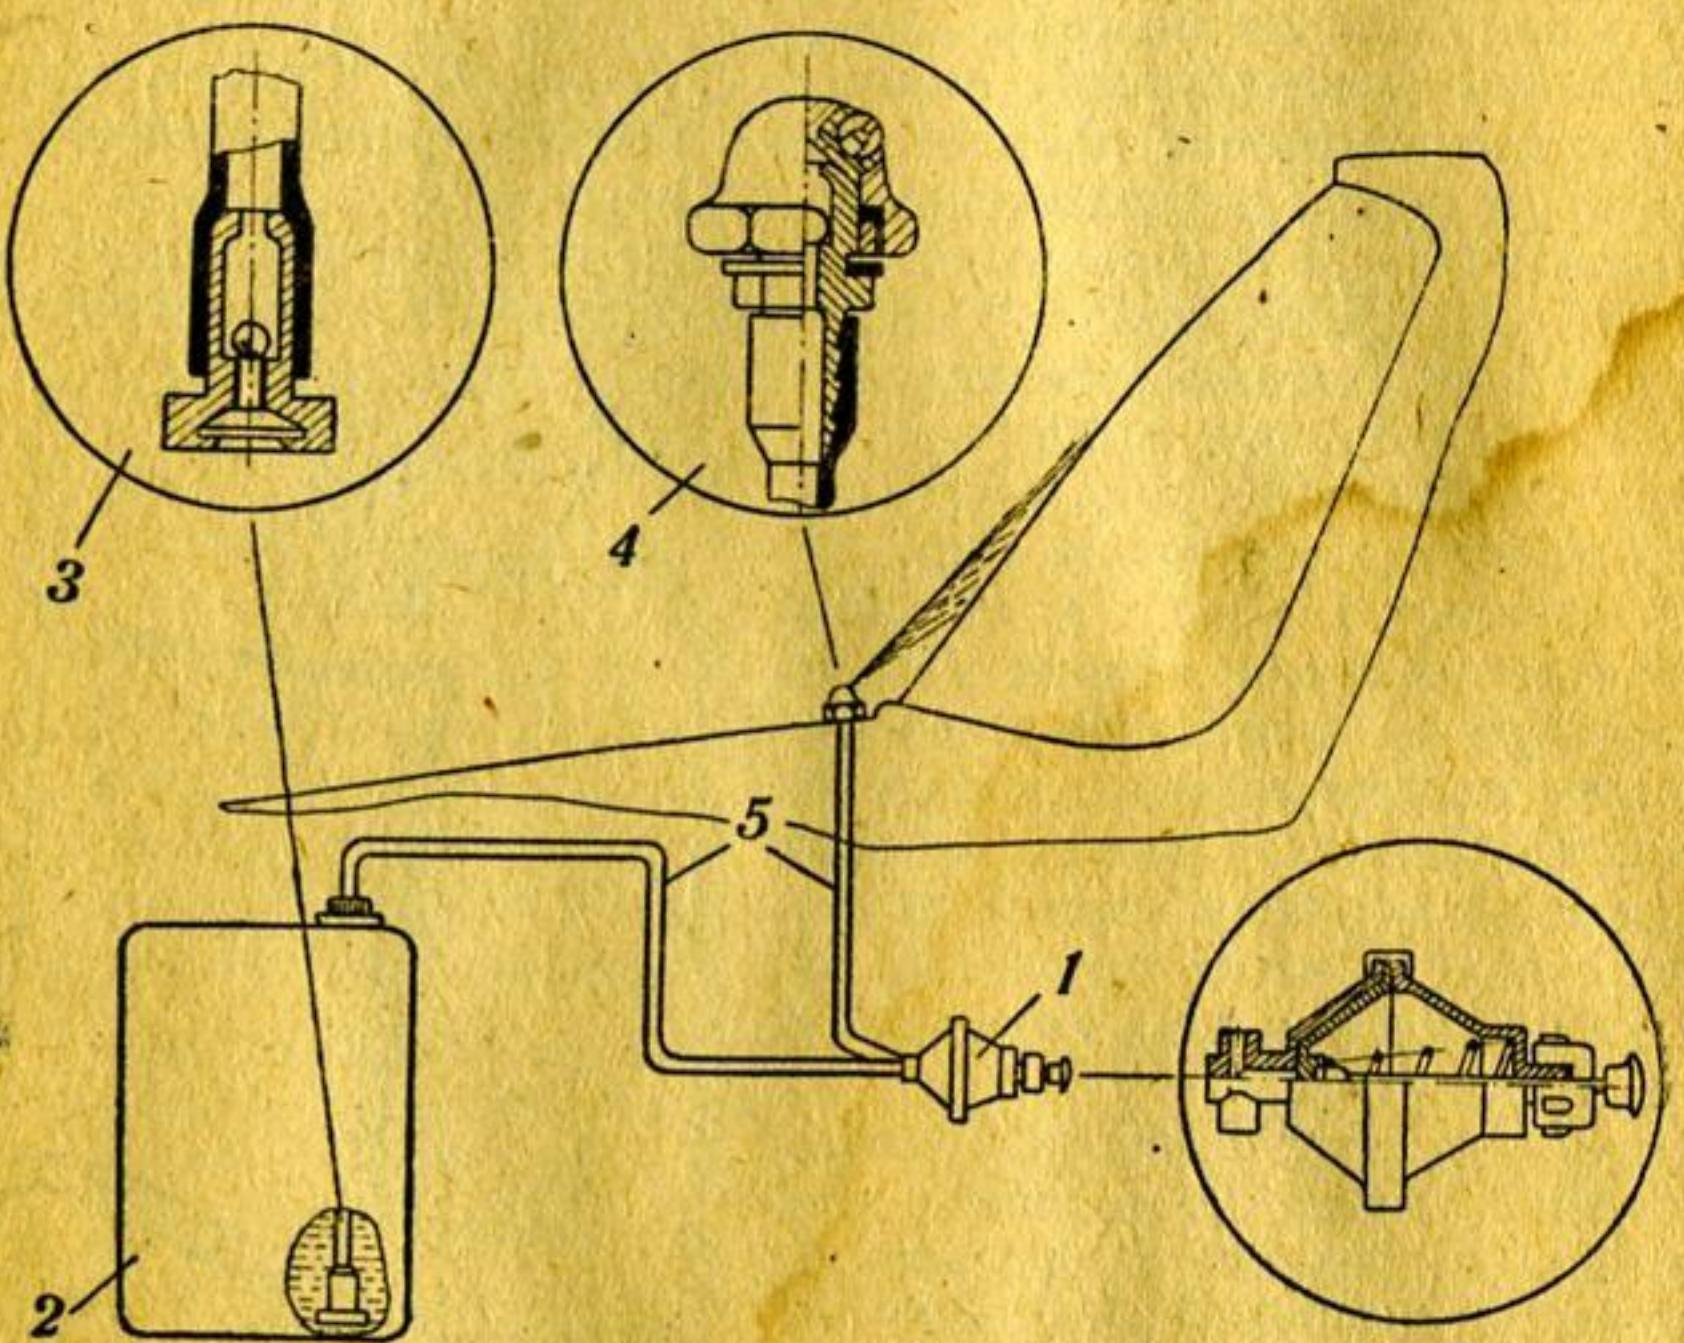

Рис. 8. Схема омывателя ветрового стекла:
**Омыватель ветрового стекла.** Схема омывателя представлена на рис. 8.
Если струя воды не достигает стекла, производят регулировку ее направления. Для этого в отверстие шарика, помещенного в головке 4 (рис. 8), вводят острый конец стальной иглы и поворачивают шарик до получения нужного направления струи. Следует помнить, что эту операцию надо выполнять очень осторожно, чтобы не поломать конец иглы и не засорить отверстие в шарике жиклера (диаметр отверстия в шарике 0,6 — 0,1 мм).